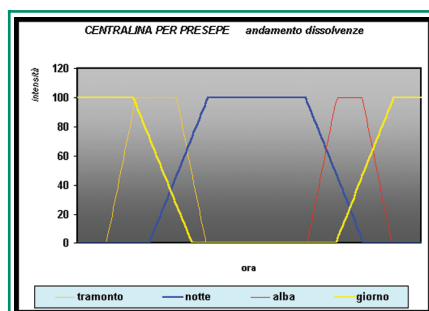

Figura 1: Andamento delle dissolvenze
analisi, per facilità di descrizione, individueremo i momenti del ciclo con le stesse ore del giorno e faremo riferimento al grafico di figura 1.
- Nel periodo invernale, il sole sorge circa alle 7.00 e tramonta alle 18.00, quindi abbiamo solo 9/10 ore di luce e circa 14 di notte, pertanto, la durata del giorno è minore di quella della notte (come visibile nel grafico di figura 1).